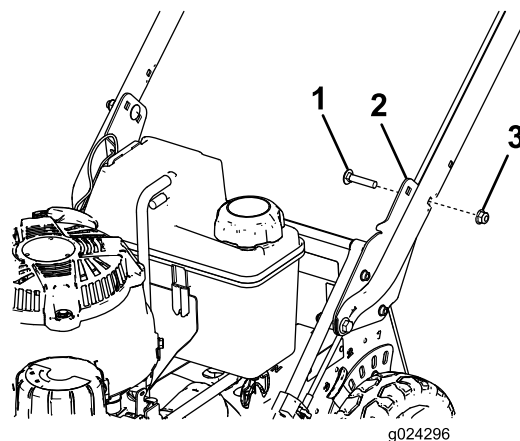

Figura 6
2. Suporte da pega (2)
6. Prenda a pega aos suportes à altura pretendida. Utilize dois parafusos de carroçaria (5/16 x 1 1/2") e duas porcas flangeadas (5/16"), tal como se ilustra na Figura 6.